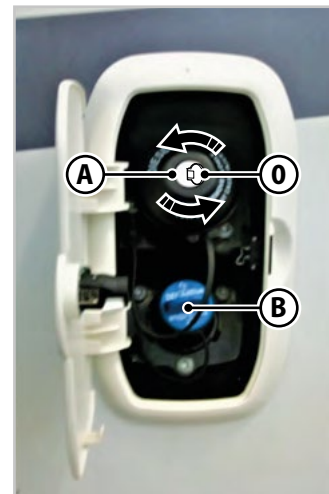

Abb.5.7 - Tankdeckel
Öffnen des Tankdeckels (Abb.5.7):
Um den Tankdeckel zu schließen (Abb.5.7):
Um den Verschluss (**B** - Abb.5.7) der ADBLUE-Flüssigkeit zu öffnen, drehen Sie den Verschluss gegen den Uhrzeigersinn und entfernen Sie ihn. Füllen Sie die Flüssigkeit ein. Führen Sie den umgekehrten Vorgang aus, um den Verschluss zu schließen.
1. Ziehen Sie den Hebel **A** (Abb.5.7 und Abb.5.8, je nach Fahrzeugtyp), der sich links von der Lenksäule befindet, in Pfeilrichtung.